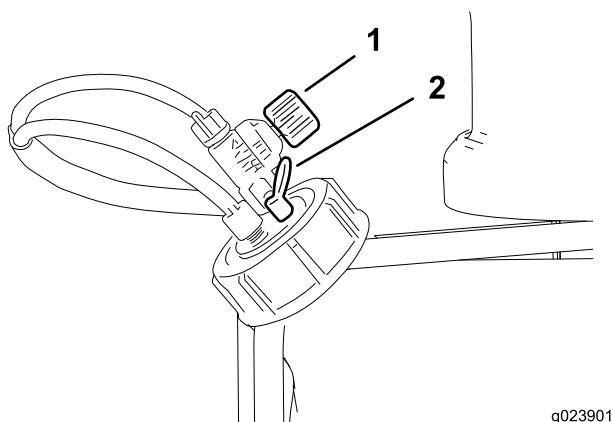

Figura 29
- Válvula do REGULADOR DE ESPUMA – Esta válvula controla a consistência da solução de espuma. Ajustando a válvula, controla a quantidade de solução de detergente fornecida aos bicos de espuma. Aumentando o fluxo provoca gotas maiores e mais frequentes; diminuindo o fluxo provoca gotas mais pequenas e menos frequentes (Figura 29).
- Válvula de DESCARGA DE PRESSÃO – Puxe a patilha vermelha para fora para descarregar a pressão no depósito (Figura 29).